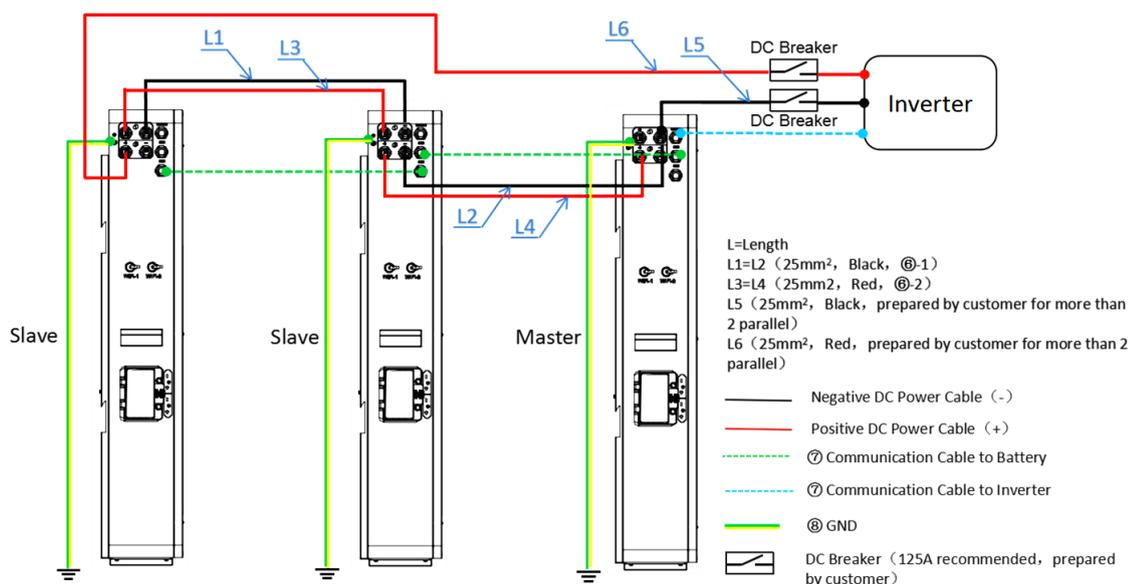
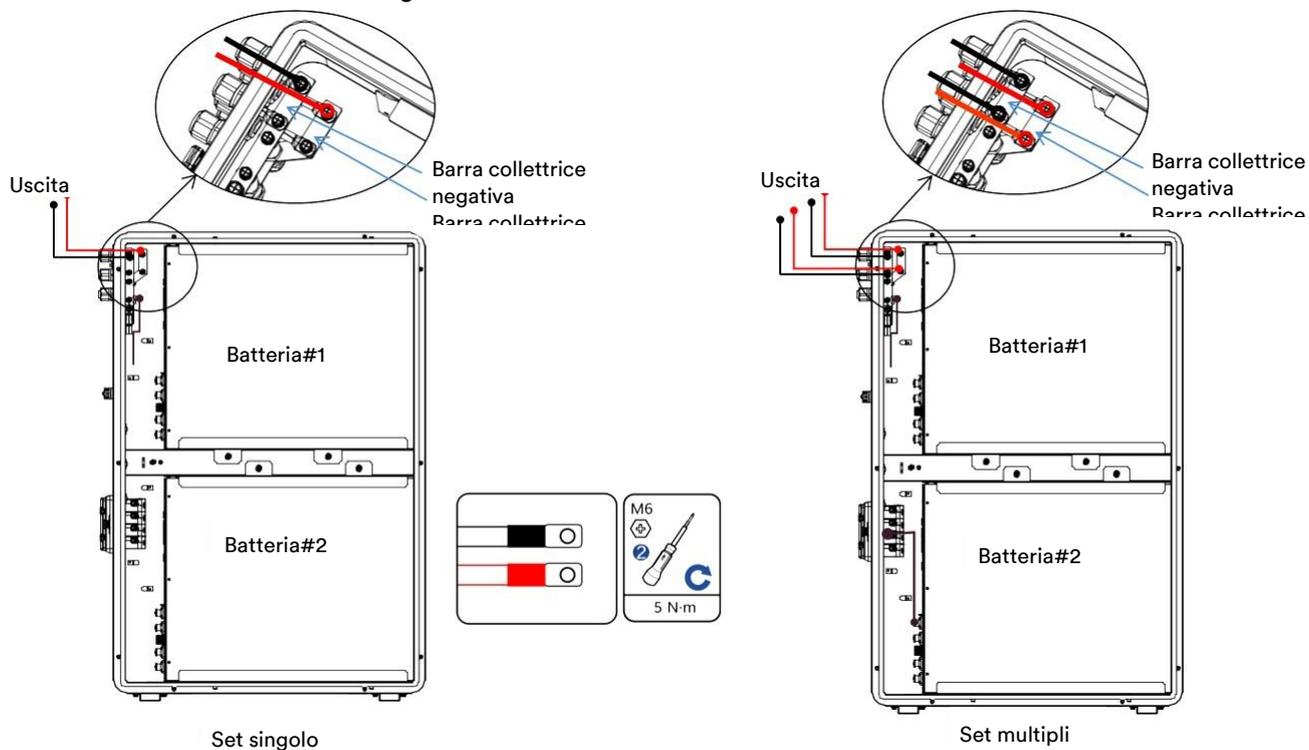

Fig.5.1.1 Collegamento a più set (esempio:3 in parallelo, 30 kWh, potenza in uscita 5 kW)
Fig. 5.3.4 Schema elettrico del cavo di alimentazione in uscita CC
Utilizzare un cacciavite per fissare il morsetto del filo di messa a terra al punto di messa a terra della batteria, fare riferimento alla Fig. 5.1.1.
3. Se il cavo di alimentazione è collegato secondo la Fig.5.1.1, inserire il cavo di alimentazione nella PG 19 corrispondente, quindi fissare il morsetto del cavo di alimentazione, fare riferimento alla Fig. 5.3.4.